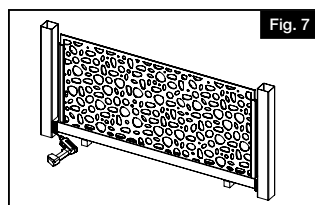

Fig. 7
c. S'assurer que le support est centré sur le poteau. Puis, au moyen d'un foret de 1/8 po (3,2 mm) percer un avant-trou pour la première vis de support du bas à travers le trou du support jusque dans le poteau (utiliser les quatre trous des coins extérieurs) (Fig. 7).